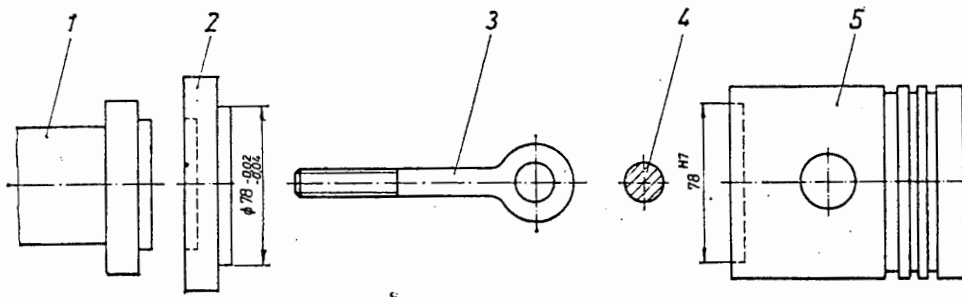

Bild M 78. Aufnahmevorrichtung zum Abdrehen der Kolben
1. Wie aus Bild M 78 zu ersehen, wird die Drehmaschine mit einer Aufnahmescheibe und einem Spannbolzen bestückt. Die Aufnahme ist fest mit der Drehspindel verbunden und besitzt einen Paßsitz, auf dem der Kolben aufgesetzt wird. Das Festspannen des Kolbens erfolgt durch den mit einem Auge versehenen Spannbolzen mittels eines Hartholzbolzens.